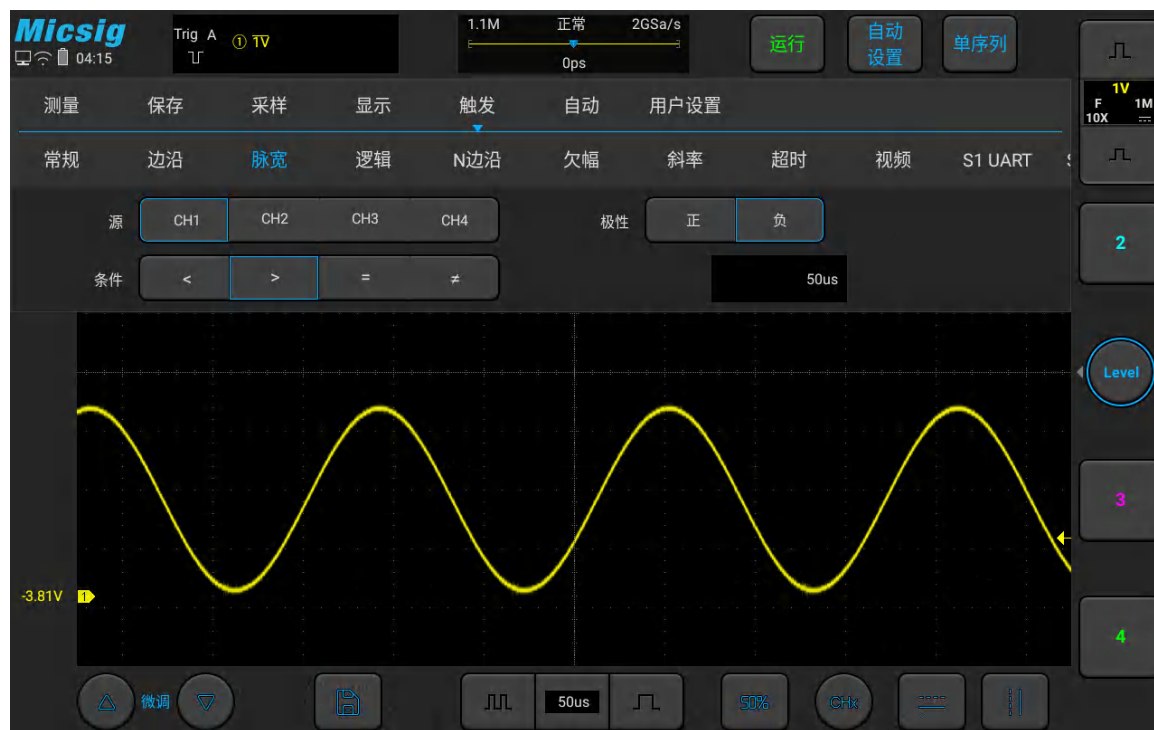

图5-15 负极性脉冲电平翻转
所选脉冲极性图标显示在显示屏的左上角。正脉冲高于当前触发电平（ ① 1.00V 通道 1 正极性脉冲指示图标），负脉冲低于当前触发电平（ ① 1.00V 通道 1 负极性脉冲指示图标）。当在正极性脉冲上触发时，如果限制条件为真，触发将在脉冲从高到低的翻转上发生；当在负极性脉冲上触发时，如果限制条件为真，触发将在脉冲从低到高的翻转上发生。（图 5-15 负极性脉冲电平翻转）